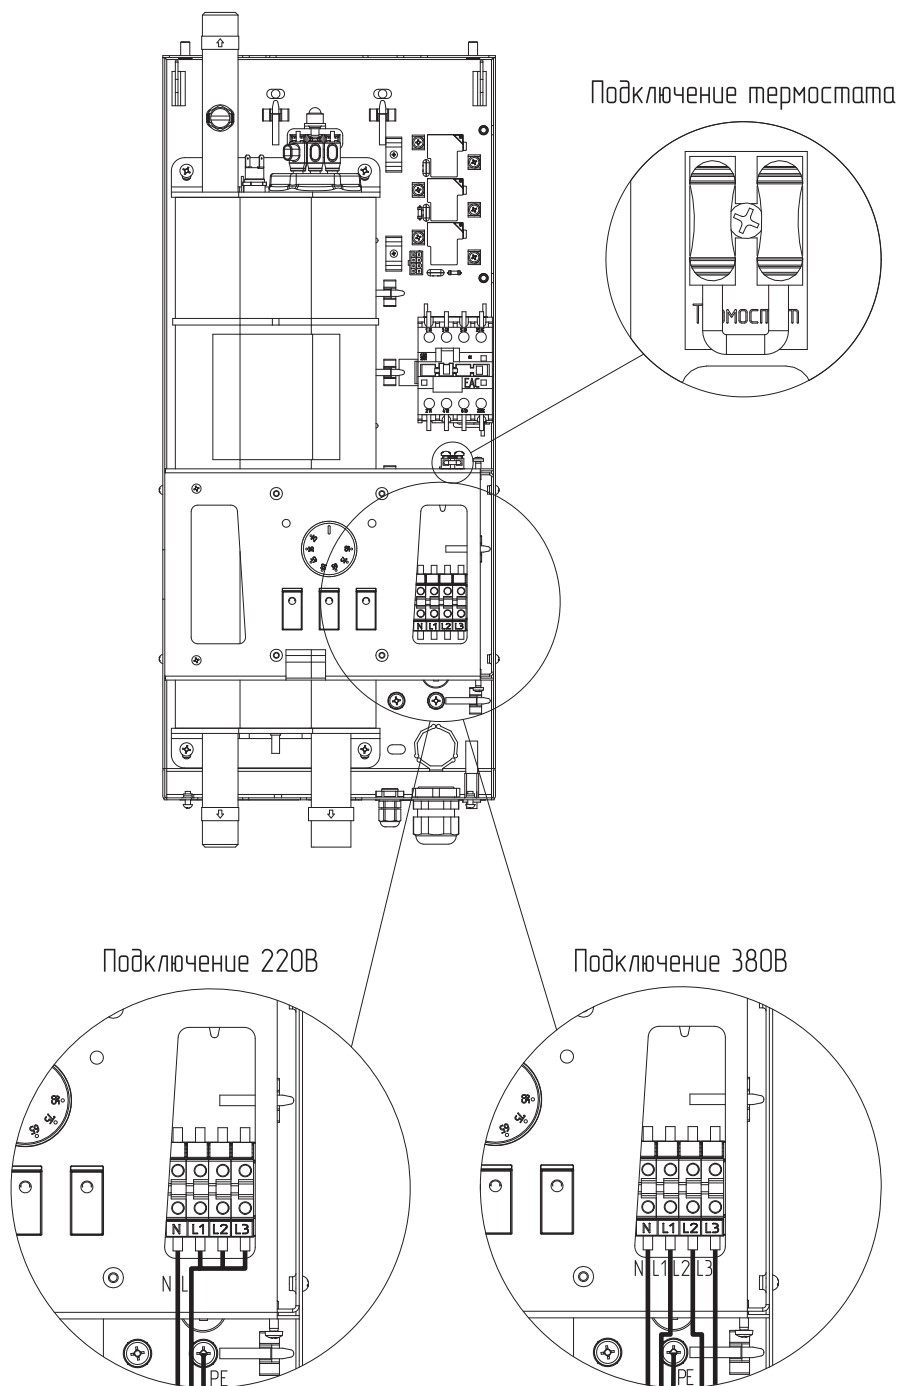

Рис. 10 Схема подключения котла
1. На котле вместо перемычки (**Рис. 10**) подключите выносной релейный термостат (в комплект не входит). При замкнутом контакте выносного термостата котел будет нагревать систему отопления до заданной на котле температуры. Котел отключится при достижении указанной на выносном термостате температуры воздуха или температуре теплоносителя.
- При использовании устройства BAXI Connect+ его контакты управления дополнительным котлом подключите к котлу AMPERA LITE вместо перемычки комнатного термостата, как показано на **Рис. 10**. В соответствии с рекомендациями в инструкции BAXI Connect+ проведите настройку в приложении на смартфоне.